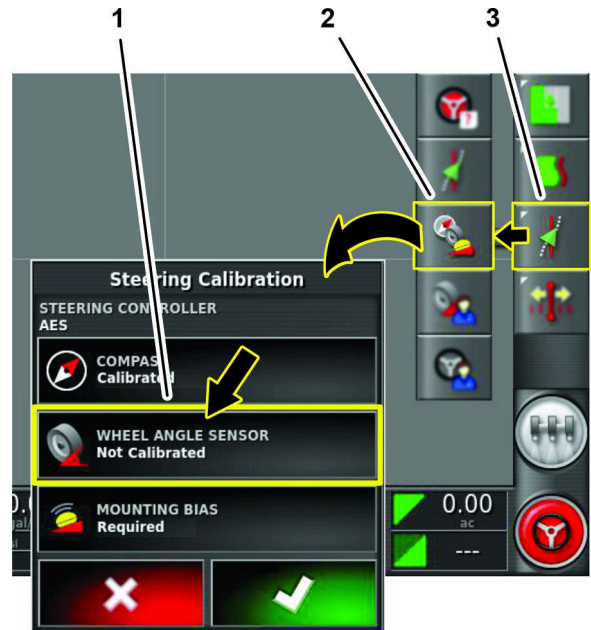

Figure 161
- Cliquez sur l'icône OPTIONS DE DIRECTION (Figure 161).
- Cliquez sur l'icône ÉTALONNAGE DE LA DIRECTION AUTOMATIQUE (AUTO STEER) (Figure 161).
- Cliquez sur l'icône CAPTEUR D'ANGLE DE ROUE (Figure 161).